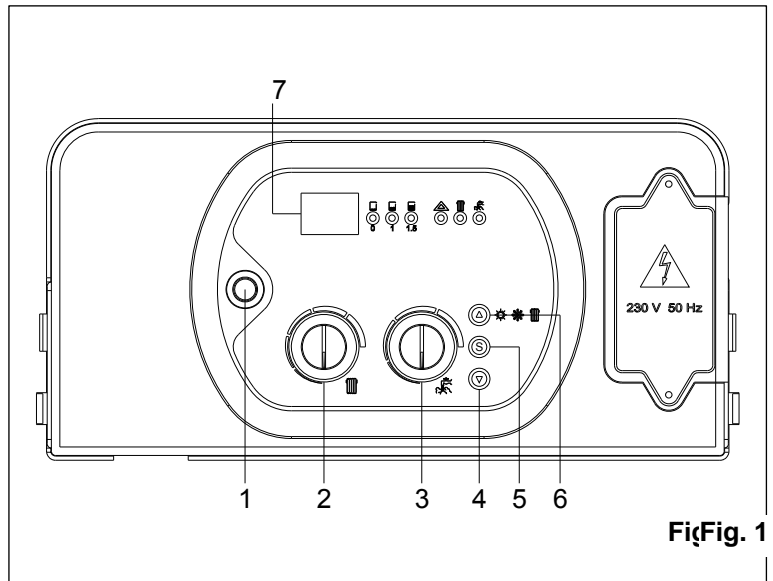

Fig. 1
a. posizionare l'interruttore di accensione (1) su **OFF** (fig. 1);
b. tenere premuti contemporaneamente i tasti (4) e (6), attivare l'interruttore di accensione (1) e attendere che il display (7) visualizzi "PL" – "0";
c. rilasciare i tasti (4) e (6);
d. tenendo premuto il tasto (5), con il tasto (6) selezionare il parametro **6**;
e. rilasciare il tasto (5); poi ripremerlo e rilasciarlo: il display (7) visualizzerà il valore parametro da modificare;
f. agire sui tasti (4) e (6) per modificare il valore parametro: